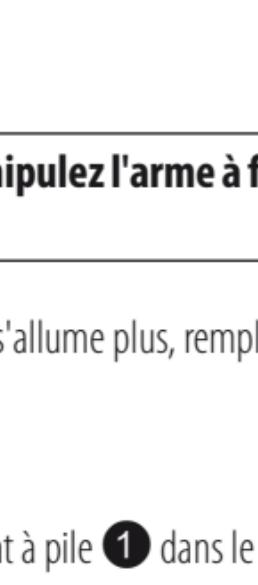

Fig. 3-2
② Mettez une pile au lithium de 3 V ③ dans le compartiment, le pôle positif (+) tourné vers le haut (Fig. 3-2).
③ Remettez le capot et vissez-le dans le sens des aiguilles d'une montre à l'aide du dispositif d'ouverture dédié, jusqu'à ce qu'il soit vissé à fond.